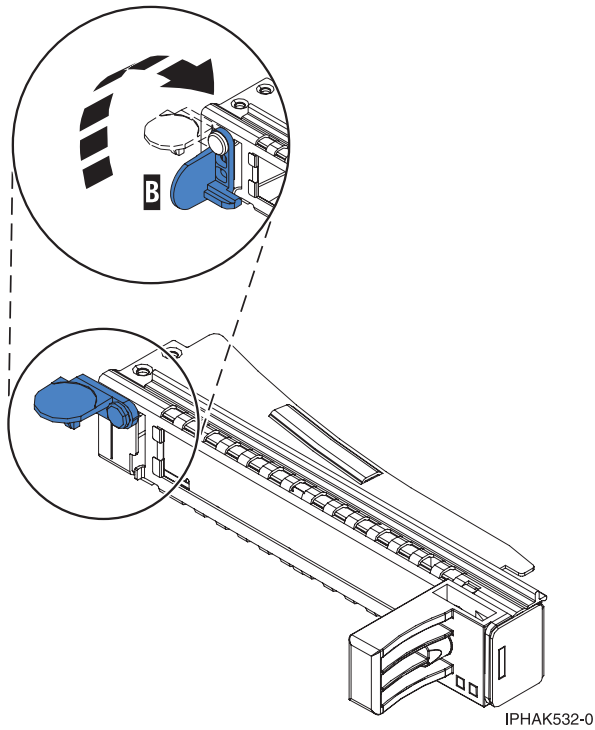

Figura 36. Apertura de la abrazadera de la contrapunta
- a. Para desbloquear la contrapunta de relleno, gire el pestillo (**B**) del final de la contrapunta de la casete, como se muestra en la Figura 36 en la página 34.